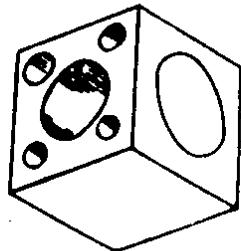

图 1-16 方墩
12. 方墩 铆接、冲换各种手表零件可在方墩上进行，方墩的形状如图 1-16 所示。